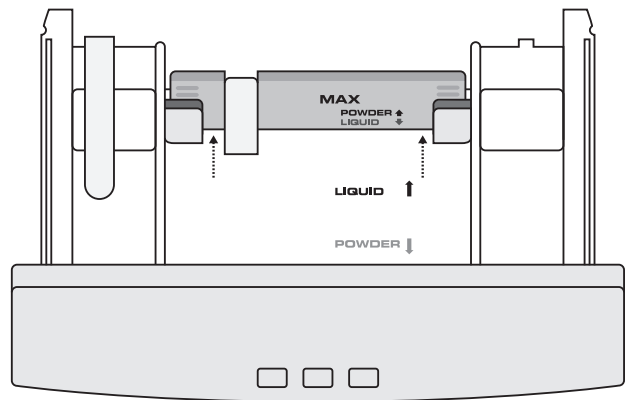

Figure 2
- **Pour le détergent liquide:** Installez le diviseur en position arrière. Mettez la cloison bleue de sélection du détergent, située à l'extrémité du distributeur, en position arrière (comme illustré à la figure 2).